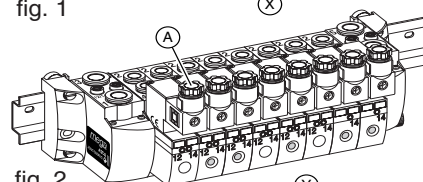

fig. 2
- **conectores IP65** (fig. 2) versión clásica con prensaestopas para cable Ø6mm máximo o con salida por cable, con o sin visualización y protección eléctrica integradas.